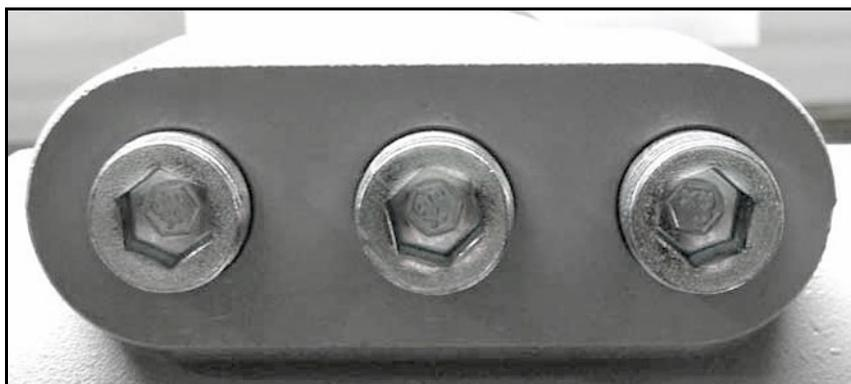
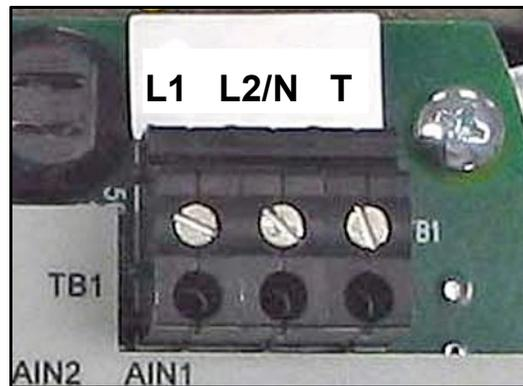
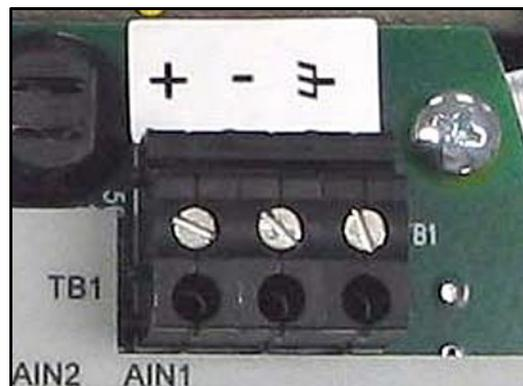

Figura 19: Puertos de entrada de conductos
Figura 20: Cableado de la línea de alimentación de CA
Figura 21: Cableado de la línea de alimentación de CC
**Nota:** *Utilice una entrada de conducto para el cable de alimentación. Utilice las otras dos entradas para otros cables de entrada/salida según sea necesario. Todos los puertos de entrada de conductos no utilizados se deben sellar con elementos de obturación adecuados (vea la Figura 19 a continuación).*
Vea la *Figura 20* o la *Figura 21* en la *página 38* para ubicar el bloque de terminales TBI y conectar la alimentación de línea de la siguiente manera:
2. Tienda el cable a través de uno de los tres puertos de entrada del conducto (vea la *Figura 19* anterior) y conecte los conductores de alimentación de línea al bloque de terminales TBI utilizando las asignaciones de números de patas que se ven en la *Figura 34* en la *página 48* y la *Figura 20* o la *Figura 21* en la *página 38*.
3. Tienda las conexiones de alimentación de CA hasta el *bloque de terminales de alimentación* que se muestra en la *Figura 20* a continuación. Se recomienda utilizar cable 12-18 AWG ( $3,3 - 0,82 \text{ mm}^2$ ) para las conexiones de alimentación.
5. Tienda el cable a través del orificio del conducto seleccionado y conecte los conductores de alimentación de línea al bloque de terminales TB1 utilizando las asignaciones de números de patas que se ven en la *Figura 35* en la *página 49* y la *Figura 20* o la *Figura 21* a continuación.